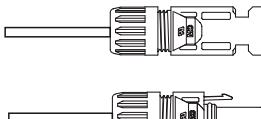

图3.27 拧紧带帽螺母的连接器
4. 将金属连接器插入连接器顶部，并以3~4 Nm的扭矩拧紧螺母（如图3.27所示）。